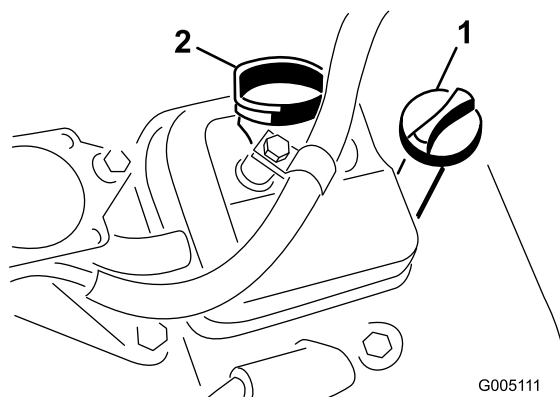

図 19
2. ディップスティックを抜き、ウェスで一度きれいに拭く。ディップスティックを、チューブの根元までもう一度しっかりと差し込む（図 19）。